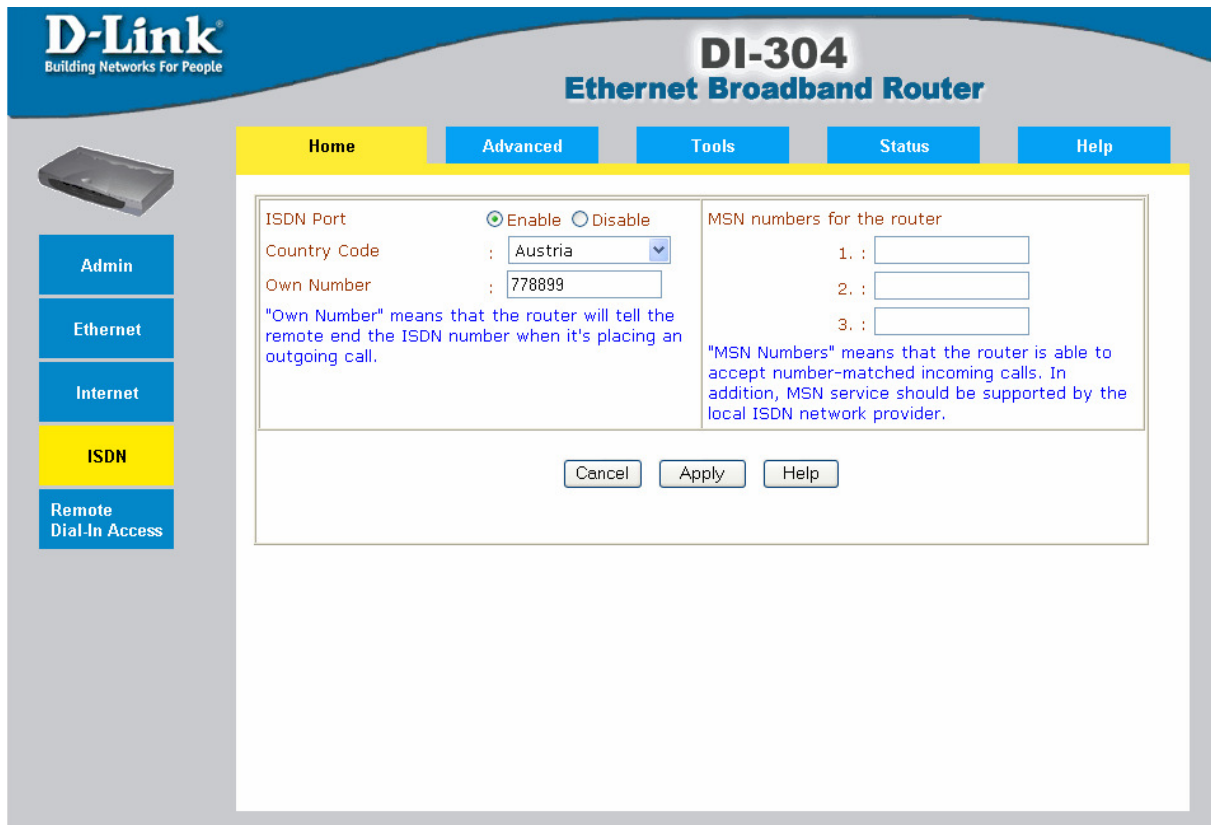

Abbildung 25: ISDN Konfiguration des lokalen Routers
2. Danach müssen die ISDN Einstellungen vorgenommen werden (Abbildung 25). Der ISDN Anschluss wird aktiviert und die lokale Telefonnummer eingegeben.